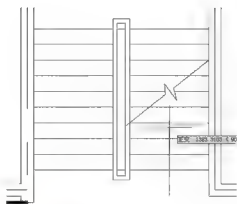

图 2.111 确定上行箭头杆终点的位置
(3) 在当前线宽为 0.0000, 指定下一个点或 [圆弧(A)/半宽(H)/长度(L)/放弃(U)/宽度(W)]: 提示下, 关闭【对象捕捉】功能, 将光标垂直向上拖动至如图 2.111 所示的位置后单击, 这样就绘制出了箭头的杆。